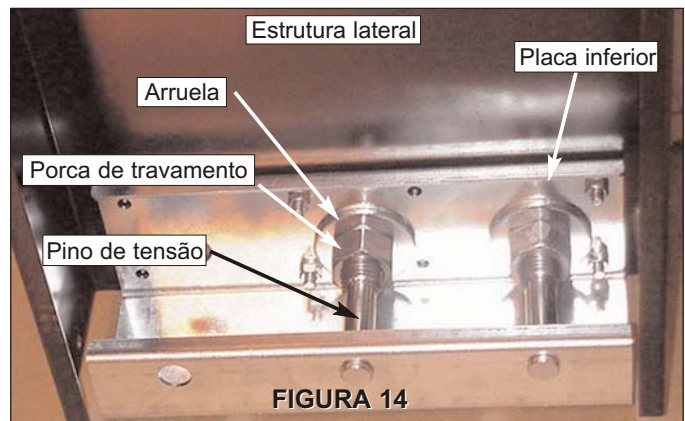

FIGURA 14
1. Afrouxe as porcas até que girem livremente, **figura 14**.